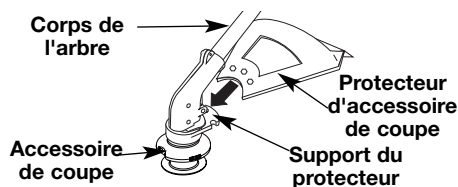

Fig. 4
- Glissez le protecteur d'accessoire de coupe dans son support, situé sur l'accessoire. Alignez les trous à vis du protecteur avec ceux de l'accessoire de coupe (Fig. 4).